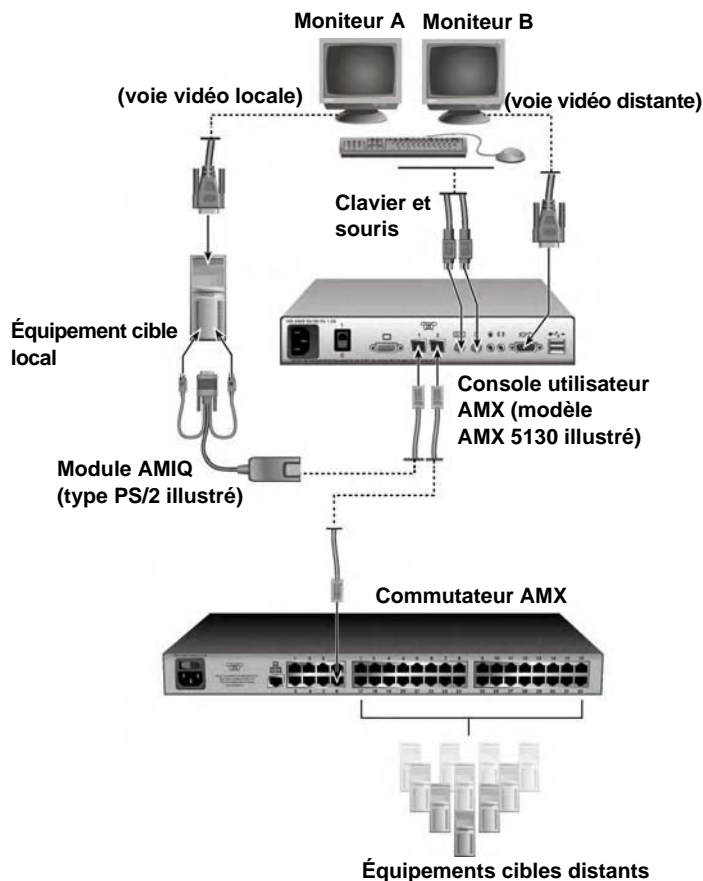

Figure 1.1 : Configuration du système de commutation AMX pour le mode de commutation clavier-souris
- La configuration du système de commutation AMX doit être similaire à celle de la Figure 1.1.
La Figure 1.1 illustre un système de commutation AMX configuré pour le mode de commutation clavier-souris. La console utilisateur à deux voies est reliée au commutateur AMX, ce qui lui permet d'accéder aux équipements cibles distants ainsi qu'à un équipement cible local. Un module AMIQ est relié au serveur local et le connecteur vidéo n'est pas branché. Un moniteur est relié à l'équipement cible local et un autre moniteur est relié à la console utilisateur. Dans cet exemple, le moniteur A affiche du contenu vidéo sans interruption depuis l'équipement cible local relié à la console utilisateur. Le moniteur B, lui, affiche du contenu vidéo depuis un équipement cible distant sélectionné et relié au commutateur AMX. Le raccourci de commutation clavier-souris permet de commuter les commandes du clavier et de la souris entre les équipements cibles affichés sur les écrans A et B. De plus, la voie vidéo est conservée pour chaque écran, permettant ainsi à l'utilisateur de visualiser les équipements cibles simultanément.
2. L'écran Command Line s'affiche sur le moniteur de l'équipement cible distant (le moniteur B sur la Figure 1.1).